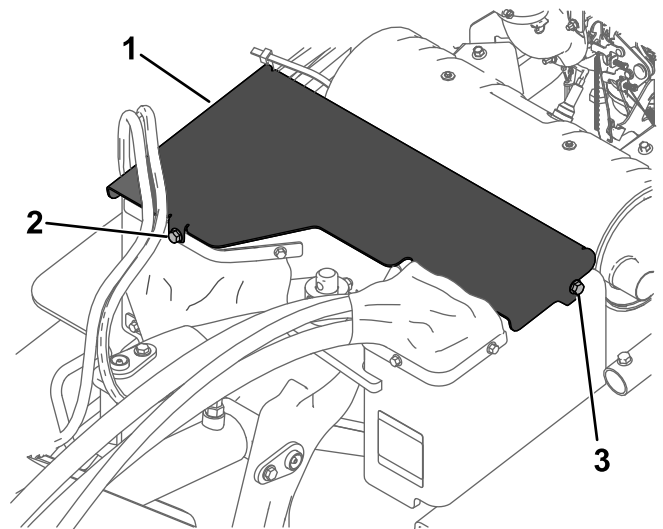

Figura 24
3. Rimuovete il bullone anteriore e allentate il bullone sinistro che fissa il coperchio anteriore alla macchina (Figura 24).
4. Fate scorrere il coperchio leggermente in avanti e tirate verso l'alto per rimuoverlo (Figura 24).
5. Per montare il coperchio anteriore, fate scorrere il coperchio anteriore in posizione e fissatelo con i 2 bulloni (Figura 24).